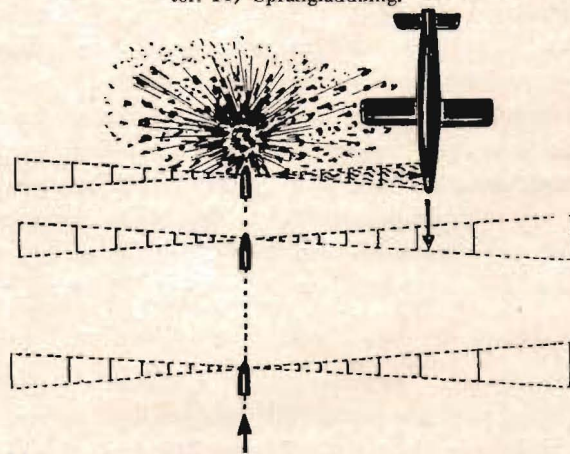

Fig. 14. Granat med ekoradiotändrör, som möter en flygande bomb.
Elektrolyten (1), se fig. 13, för det lilla batteriet (2) är före avskjutningen innesluten i en glasampull i batteriets inre. Vid avlossningen av skottet krossas ampullen, och sändaren startar nästan genast. Driftstiden är högst ca 10 sekunder. Strålningen från granatspetsen, som innehåller antennen (7), går ut i form av en skärm vinkelrätt mot rörelseriktningen. Se fig. 13 och 14. Kommer granaten inom ett avstånd av 30 meter från målet, påverkas ekoradiomottagaren tillräckligt mycket för att granaten skall brisera (fig. 14), dock inte förrän projektilen kommit in på minsta möjliga avstånd från målet.